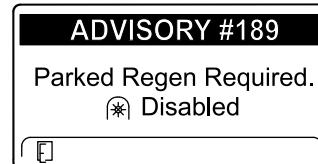

Figure 77
- Si vous n'exécutez pas de régénération en stationnement dans un délai de 2 heures, l'InfoCenter affiche ADVISORY #189 (avis n° 189) pour demander une régénération en stationnement – prise de force désactivée (Figure 77).